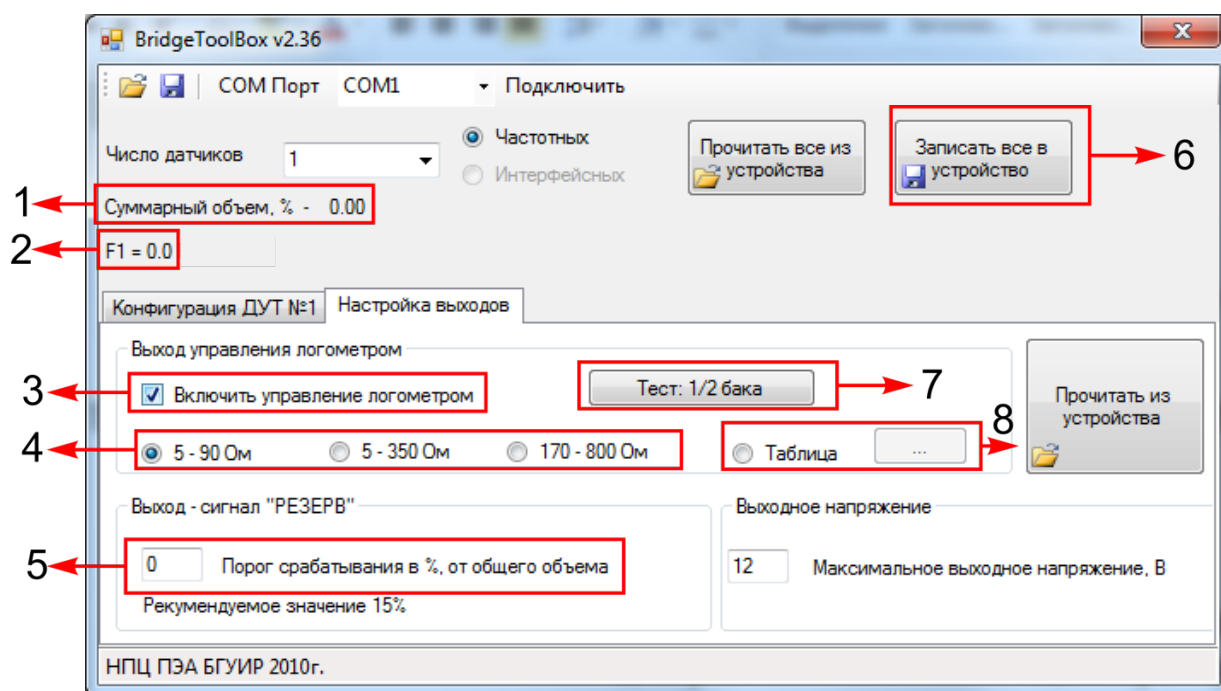

Рисунок 11 – Настройка выходов
1. Выбрать вкладку программы «Настройка выходов» (рис. 11).
- Установить галочку в поле «Включить управление логометром» (рис.11,3);
- Выбрать необходимый диапазон сопротивления логометра. Для этого установить галочку напротив соответствующего варианта диапазона сопротивления. УС ДУТ поддерживает три диапазона: 5 – 90 Ом, 5 – 350 Ом, 170 – 800 Ом (рис.11,4).
⚠ ВНИМАНИЕ!!! Если диапазон сопротивлений логометра неизвестен, то необходимо определить его экспериментально. Для этого следует выбрать один из приведенных в программе диапазонов и нажать кнопку [Тест: ½ бака] (рис.11,7). Если указательная стрелка измерительного прибора покажет середину шкалы, диапазон выбран правильно. Если нет – повторить операцию, выбрав другой диапазон сопротивлений.
- Диапазон можно задать таблицей, для этого необходимо поставить маркер напротив слова «Таблица» и нажать кнопку [...] (рис.11,8). В появившемся окне (рис. 12) указать процентное заполнение бака топливом и соответствующее ему значение сопротивления.
- Установить в процентах, от общего объема заполнения бака, порог срабатывания сигнала РЕЗЕРВ (рис.11,5).
4. После конфигурирования нажать кнопку [Записать всё в устройство] (рис.11,6).
4. Для частотного УС ДУТ измеряемая частота должна быть в диапазоне 500...1500 Гц (рис. 11,2). Для аналогового УС ДУТ измеряемое напряжение должно быть в диапазоне 0...10 В (рис. 11,2).
5. Объем топлива, отображаемый в окне программы (рис. 11,1) должен соответствовать залитому в бак объему топлива.